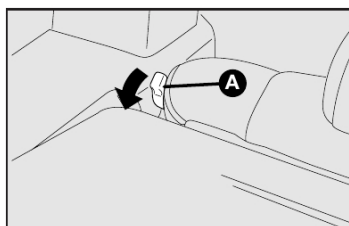

fig. 97
4) Desencaixar o encosto, movendo as alavancas laterais **A-fig. 97** no sentido da seta.